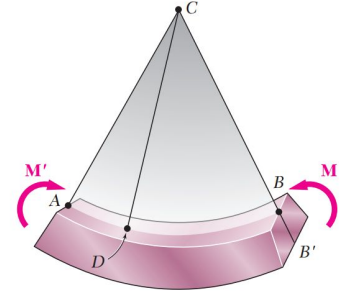

Figura 4.9
- Para ejemplificar consideremos el elemento CD del caso anterior donde el cortante es nulo y el momento flector es constante. Esta parte del elemento se ilustra en la Figura 4.9.